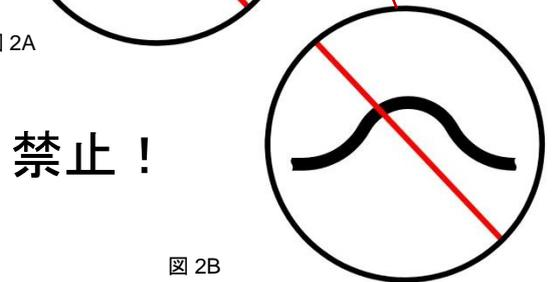

図 2B
- ヒーターの吸水口: ヒーターの吸水口とエンジンのクーラント排水口との間にホースを取り付けます。このとき、ホースの途中で山状の部分ができないようにしてください(図 2B 参照)。